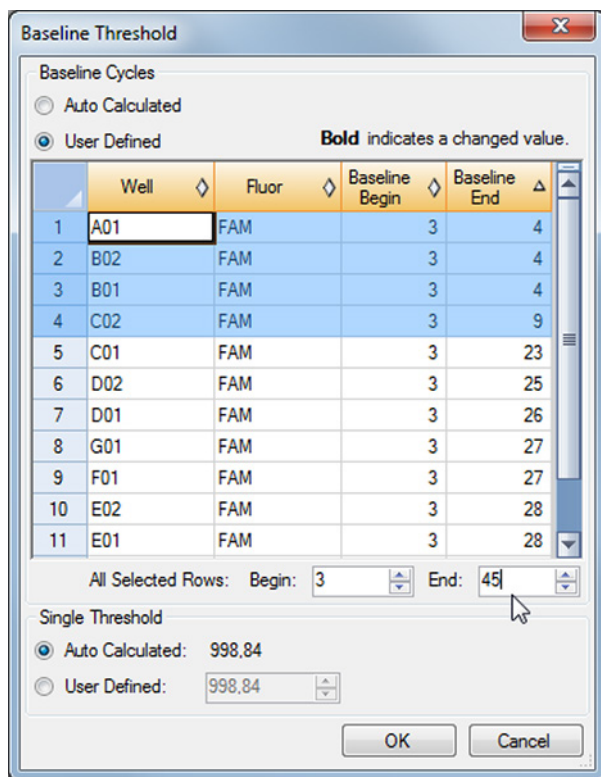

Figura 5: Caixa de diálogo Baseline Threshold (Limiar da Linha de Base)
3. Na barra de menus da janela Data Analysis (Análise de Dados), clique em **Settings** → **Baseline Threshold...** (Definições → Limiar da Linha de Base...) para abrir a caixa de diálogo Baseline Threshold (Limiar da Linha de Base) (consulte a figura 5).
5. Selecione todas as linhas que apresentam um valor **Baseline End** (Fim da Linha de Base) de 1–9 (consulte a figura 5).
- Defina o valor no campo **End:** (Fim:) para 45 para as linhas selecionadas (consulte a figura 5).
- Repita os passos 3–7 para os canais de detecção VIC™ (IC), ROX™ [vírus da gripe A (H1N1)pdm09] e Cy5 (vírus da gripe B).